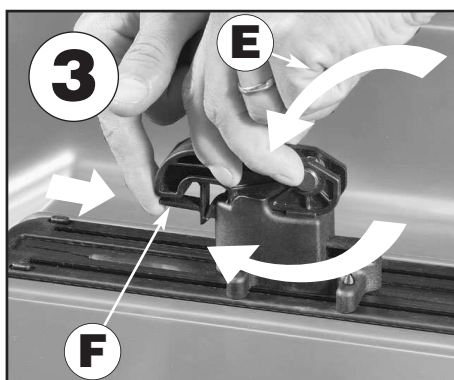

fig. 3)
- Drehen Sie den Fixier-Griff im Uhrzeigersinn, um den Haken anzuziehen, und drücken Sie den Fixier-Griff nach unten. Dieses Vorgehen sollte die Dachbox fest am Träger fixieren (fig. 3/E). Ist dies nicht der Fall, stellen Sie den Fixier-Griff wieder senkrecht und ziehen Sie den Haken erneut an. Können Sie den Fixier-Griff nicht nach unten drücken, drehen Sie ein wenig im Gegenuhrzeigersinn und versuchen Sie es erneut.
- Machen Sie fest die Sicherheit (fig. 3/F). Prüfen Sie sorgfältig, dass jede Befestigungseinheit fest mit den Dachträgern verbunden ist. Vergewissern Sie sich, dass die Dachbox nicht von den Dachlastträger rutschen kann.